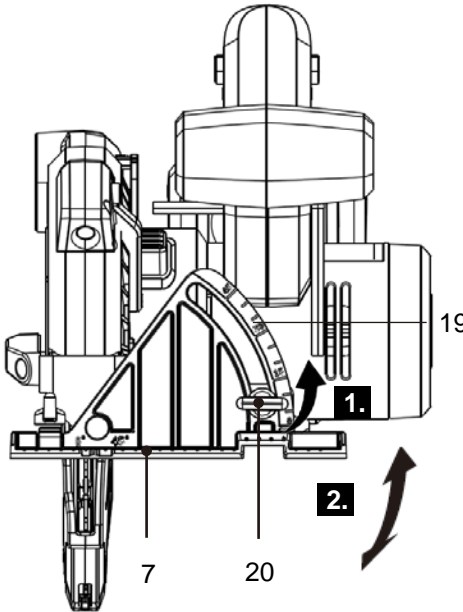

Fig. 11
1. Para cortes en bisel, gire la perilla de ajuste del ángulo de corte (20) en sentido antihorario (Fig. 11, paso 1) para aflojarla. A continuación, utilizando la escala del ángulo de corte (19) como guía, desplace la placa base (7) hacia arriba o hacia abajo hasta la posición deseada (Fig. 11, paso 2).